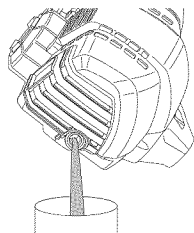

Fig. 31
- Vierta el aceite del orificio de llenado de aceite en un recipiente inclinando la unidad hacia un lado (Fig. 31). Deje suficiente tiempo como para completar el drenaje.